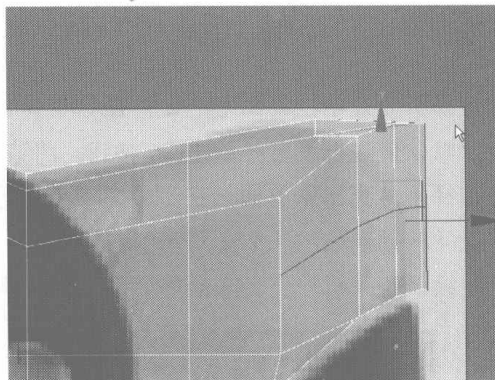
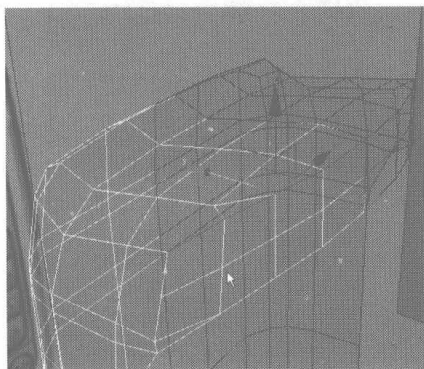
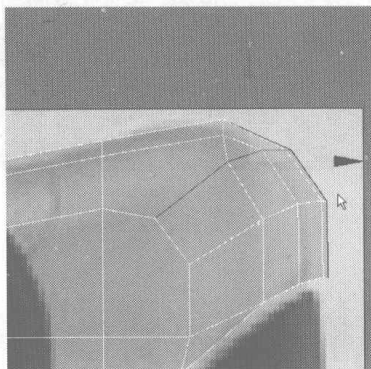

图 4.237
图 4.238
图 4.239
- 04** 在 Left 视图中继续添加、调整如图 4.237 所示的细分线，再选择如图 4.238 所示的边线，同样在 Left 视图中向下移动该边线，如图 4.239 所示。